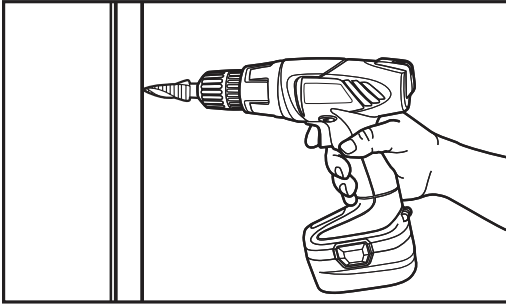

Fig. 1
1. Usa una broca de paso para taladrar los orificios guía. (Fig. 1).